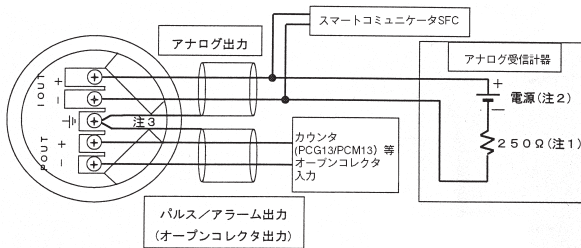

図3 結線図(アナログ出力使用の場合)
(1) 流量計の外部ケーブルと、電源および外部機器との配線は、図3に従って行ってください。